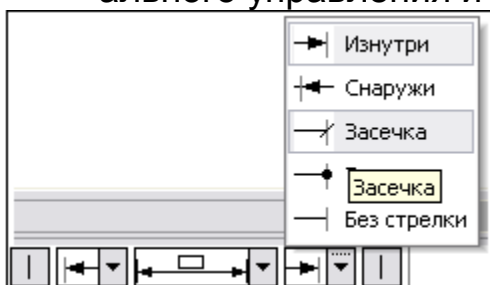

Рисунок 6.16
3. Выберите вариант **Засечка** из раскрывающегося списка **Стрелка 2**. (рисунок 6.16).